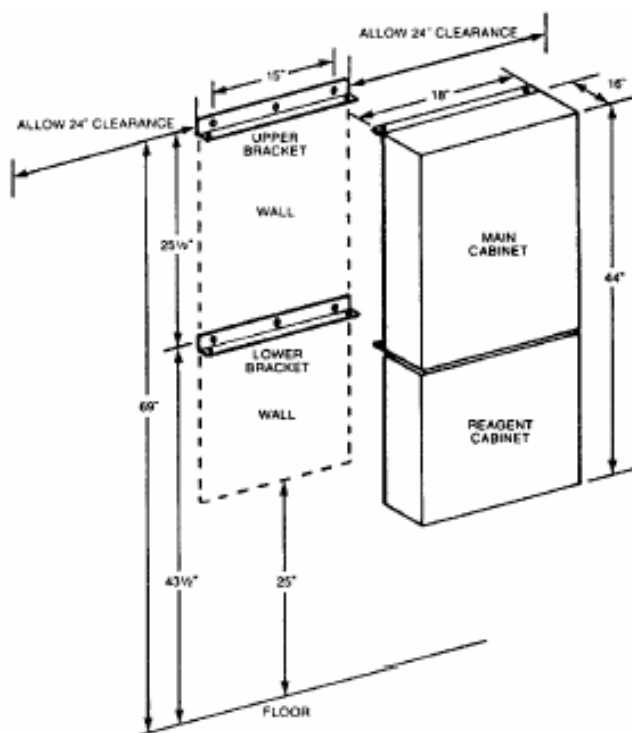

图 4-1 主控制柜安装示意图
1. 按照图4-1所示，在墙面上钻6个螺丝孔以便于安装仪器设备的固定支架。